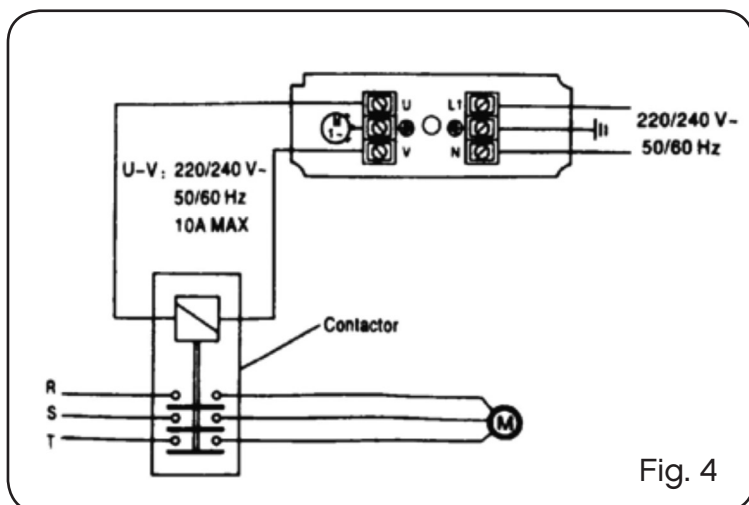

Fig. 4
- Ligar o cabo de alimentação da bomba ao interrupto de fluxo automático e depois o cabo do interrupto de fluxo automático a fonte de alimentação eléctrica (Fig. 4).
- O interrupto de fluxo automático pode ser também utilizado para bombas trifásicas ou monofásicas com intensidades superiores a 10 A. mediante um contactor. Neste caso, as ligações realizam-se segundo o esquema da Fig.4